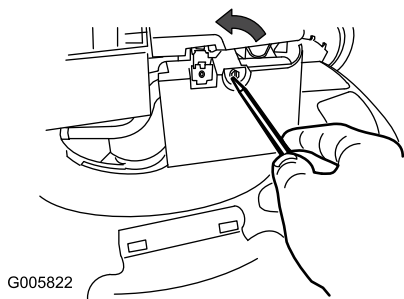

Figure 17
1. Ouvrez le couvercle du filtre à air avec un tournevis (Figure 17)